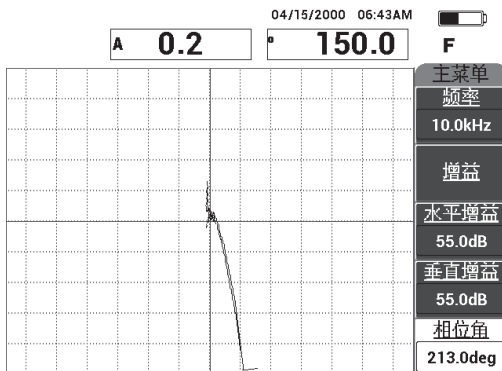

图 6-33 调整信号角度使信号朝上
7. 按**主菜单**键 ()，然后按**相位角** (E 键)，并调整信号的角度，使脱粘信号朝上呈 90° (参见第 136 页的图 6-33)。